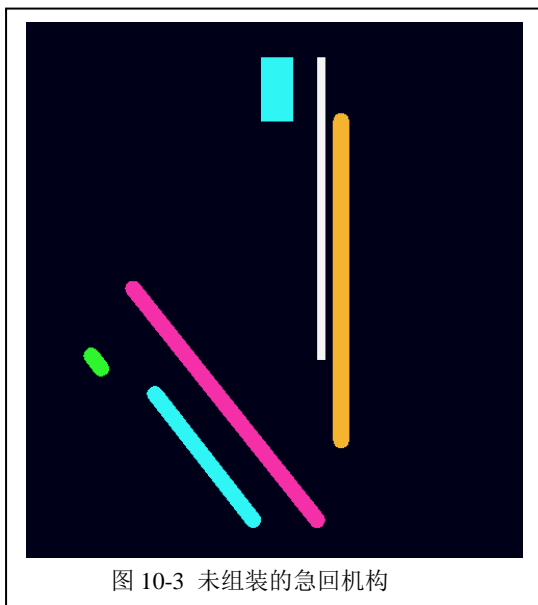
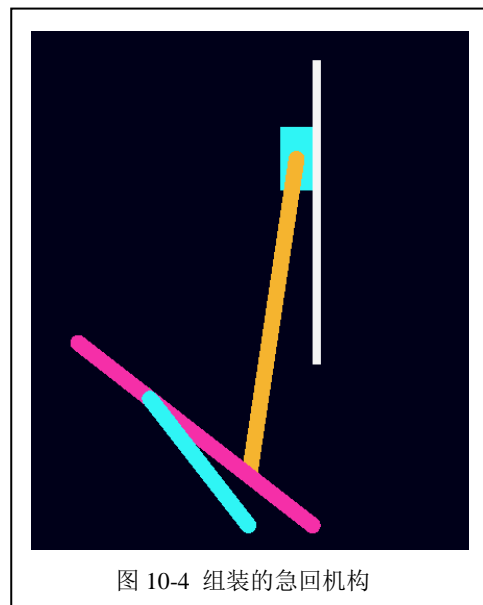

图 10-3 未组装的急回机构
图 10-4 组装的急回机构
10.2 点击主工具箱的仿真按钮 ，设置仿真终止时间仿真终止时间（End Time）为 3，仿真工作步长（Step Size）0.01，然后点击开始仿真按钮 ，系统进行仿真，观察模型的运动情况。图 10-3 和图 10-4 分别表示未组装的急回机构和组装的急回机构。